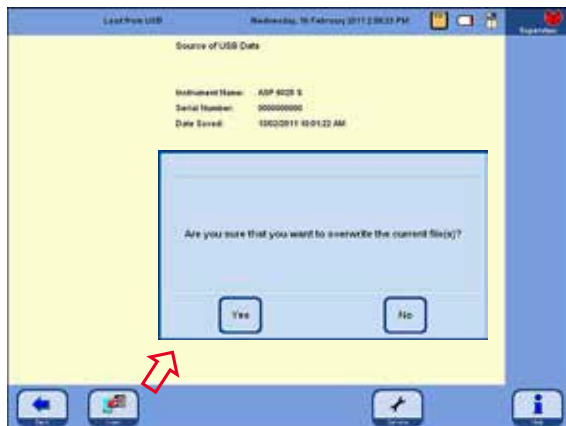

Fig. 119
**Se já existirem dados sobre o aparelho no ASP6025 S, estes serão substituídos e assim, apagados. Isto será indicado através de uma mensagem de atenção (Fig. 119) e deve ser confirmado DUAS VEZES com YES. Pressionar o botão NO encerra o processo.**